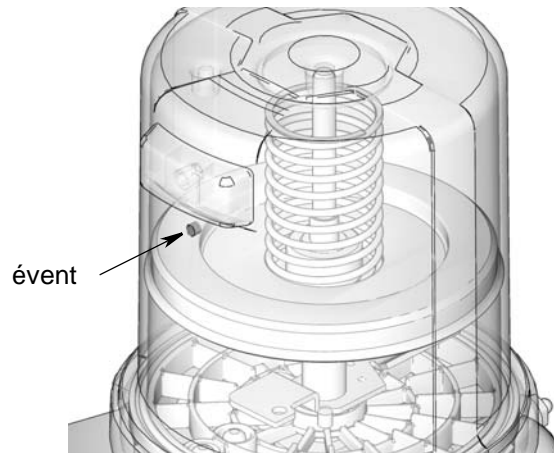

FIG. 15
3. Remplissez le réservoir avec du lubrifiant jusqu'à ce que le joint de la plaque suiveuse perce l'évent (FIG. 15) et que la majorité de l'air soit expulsée du réservoir.